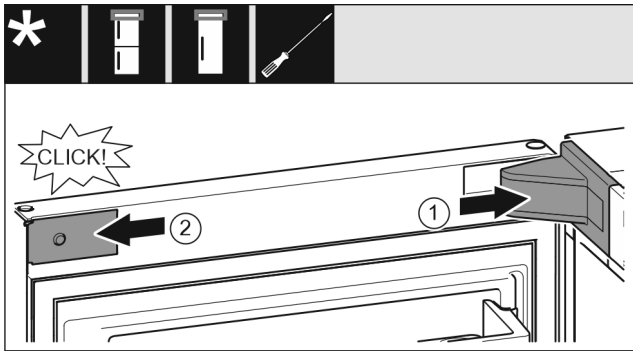

Fig. 22
- ▶ Applicare e innestare la copertura del blocco di supporto Fig. 22 (1), eventualmente staccarle l'una dall'altra con cautela.
- ▶ Applicare la maschera Fig. 22 (2) sui lati e innestarla.